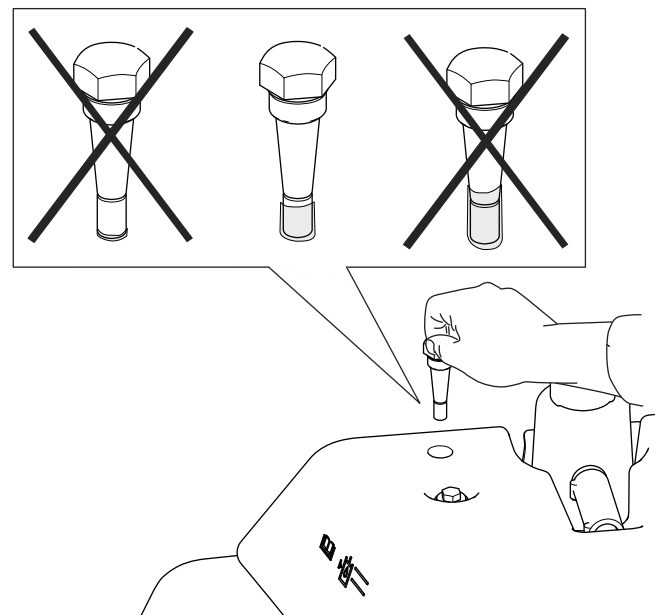

Figura 55
4. Retire a vareta e verifique o nível de fluido. Se o nível de óleo se encontrar entre as marcas na vareta, o nível de óleo é suficiente. Se o nível de fluido não se encontrar entre as marcas, ajuste o nível de fluido de acordo (**Figura 55**).